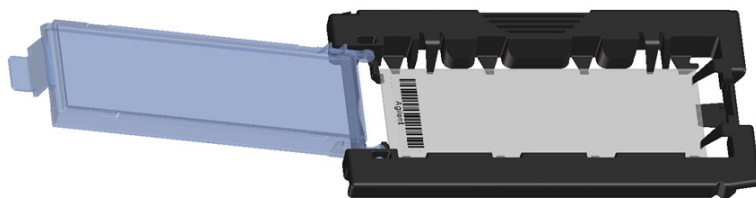

Figura 40 Placa insertada en portaplacas
- d** Baje suavemente la placa en el portaplacas. Consulte Figura 40.